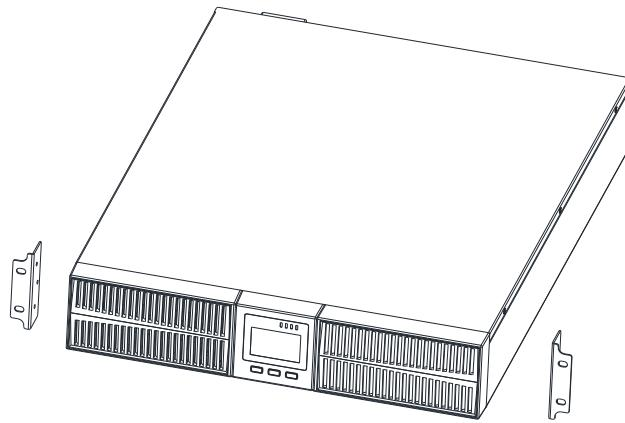

Рис.2-6 Кронштейны для установки
1. Выньте два кронштейна и шесть винтов M4 из принадлежностей и закрепите кронштейны на ИБП с помощью винтов через монтажное отверстие, как показано на рис. 2-6.